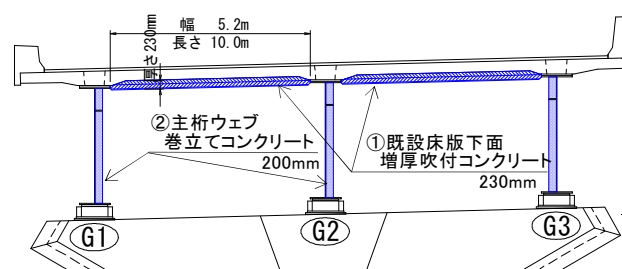

図 2 現対策工断面図
①既設床版下面へ厚さ 230mm の増厚吹付コンクリート
の設置、②主桁ウェブへ厚さ 200mm の巻立てコンクリートの設置（図 2）。